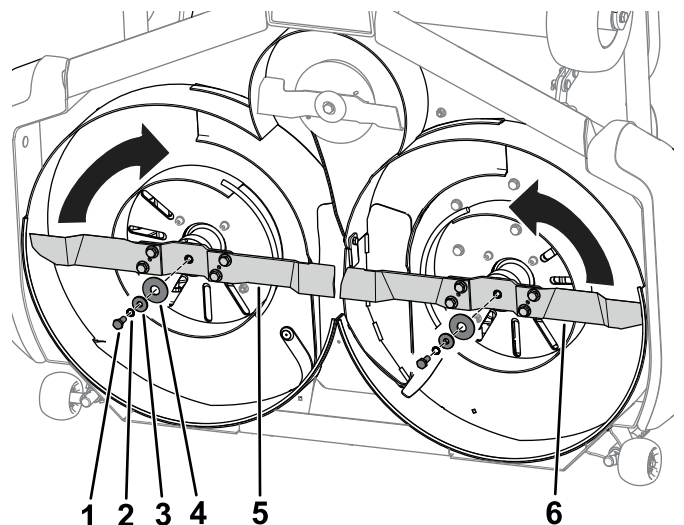

Figure 2
- 2. Utilisez les pièces déposées pendant la procédure de dépose des lames latérales (boulons, rondelles de blocage élastiques et rondelles bombées) et des entretoises pour installer les lames dans leurs côtés respectifs (Figure 2).